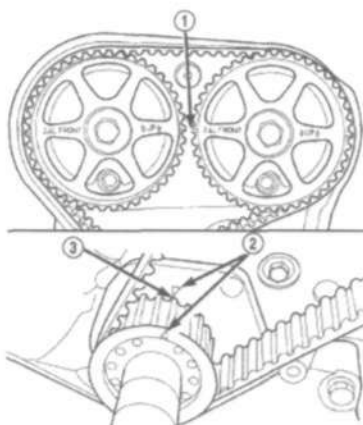

Рис. 102.
(1) Снять верхнюю крышку воздушного фильтра, кожух и патрубок фильтрованного воздуха.
(2) Поднять автомобиль на подъемнике.
(3) Снять ремни привода вспомогательных устройств (см. п. 7.ОХЛАЖДЕНИЕ /ПРИВОД ВСПОМОГАТЕЛЬНЫХ УСТРОЙСТВ /НАТЯЖИТЕЛИ РЕМНЕЙ СНЯТИЕ).
(4) Снять гаситель вибрации коленвала (см.п.9. ДВИГАТЕЛЬ/ БЛОК ЦИЛИНДРОВ/ ГАСИТЕЛЬ ВИБРАЦИИ – СНЯТИЕ).
(5) Снять натяжитель ремня кондиционера/генератора и шкив в сборе (см. п. 7.ОХЛАЖДЕНИЕ /ПРИВОД ВСПОМОГАТЕЛЬНЫХ УСТРОЙСТВ /НАТЯЖИТЕЛИ РЕМНЕЙ –СНЯТИЕ).
(6) Снять болты крепления верхней передней крышки ремня ГРМ и снять крышку (см. п. 9. ДВИГАТЕЛЬ/ ФАЗЫ ГАЗОРАСПРЕДЕЛЕНИЯ/ РЕМЕНЬ ПРИВОДА ГРМ/КРЫШКА(И) ЦЕПИ – СНЯТИЕ).
(7) Опустить автомобиль.
(8) Снять болты крепления верхней передней крышки ремня ГРМ и снять крышку (см. п. 9. ДВИГАТЕЛЬ/ ФАЗЫ ГАЗОРАСПРЕДЕЛЕНИЯ/ РЕМЕНЬ ПРИВОДА ГРМ/КРЫШКА(И) ЦЕПИ СНЯТИЕ).
(9) Перед снятием ремня ГРМ, повернуть коленвал так, чтобы метка ВМТ на кожухе масляного насоса совпала с меткой ВМТ на звездочке коленвала (догоняющая кромка зубца звездочки) (Рис.102).